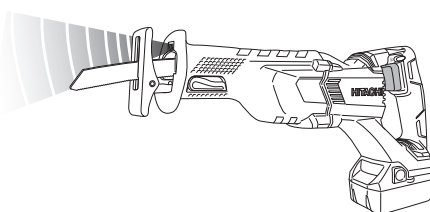

Fig. 35
10. Señales de aviso de luz LED (Fig. 35)